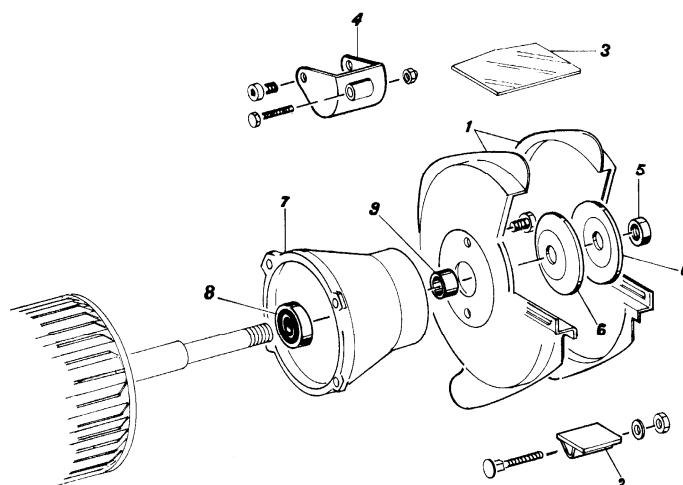

Figure 2
2. Démonter le pare-étincelles (4 fig.2), l'écran de protection (3 fig.2) et le support d'outils (2 fig.2).
3. Démonter le carter extérieur de meule (1 fig.2) en dévissant les vis.
5. Dévisser l'écrou de meule (5 fig.2) en utilisant une clé plate.
6. Démonter le flasque extérieur de meule (6 fig.2).
10. Remonter le flasque extérieur de meule (6 fig.2).
12. Remonter le carter extérieur de meule (1 fig.2).